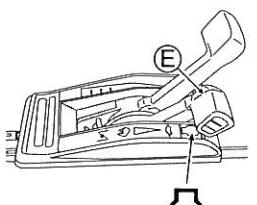

Abb. 5. 8
- 6 Um die Mäharbeit zwischendurch zu unterbrechen oder zu beenden, stellen Sie den Kupplungshebel (B) und Klingenhebel (C) zurück und anschließend den Gashebel (E) auf "STOP", um den Motor abzustellen. (Siehe Abb. 5.)